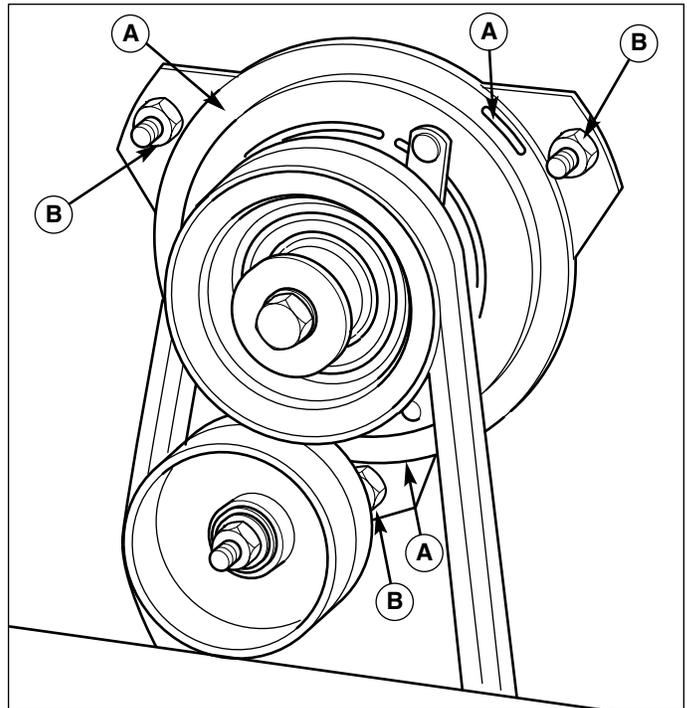

Figure 29. Réglage de la PDF avant
2. Utiliser une jauge d'épaisseur de 0,004 mm (0,015") pour vérifier le réglage de l'embrayage aux trois fentes (A, figure 29). Une légère résistance doit se faire sentir lorsque la jauge est insérée dans la fente et en est retirée. Si la résistance est excessive ou inexistante, passer à l'étape 3.
3. Desserrer ou serrer l'un des écrous (B, figure 29) de façon à obtenir une légère résistance sur la jauge d'épaisseur. Vérifier aux deux autres fentes et régler selon le besoin.